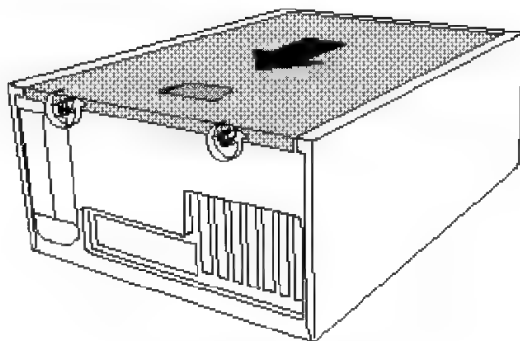

图 2-4 机箱侧板拆卸示意图
2. 将机箱背面朝向操作者如图2-4, 右侧盖上有两个手拧螺丝(如果机箱卧放,则为上面的侧盖)。
4. 将侧盖沿图 2-4 所示方向推动一小段距离。